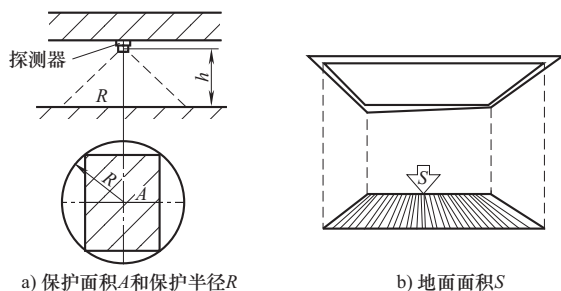

图 8-8 计算示例图
(1) 探测区域内每个房间至少应设置一只火灾探测器。根据火灾特点、房间用途和环境选择探测器，一般已在设计阶段确定，在施工中实施，但施工发现现场环境和条件与原设计有出入，须提出设计修改变更。火灾探测器适合安装高度见表 8-1。
(2) 火灾探测器保护面积 A 、保护半径 R 以及地面面积 S 计算示例图如图 8-8 所示。感烟、感温火灾探测器的保护面积和保护半径应按表 8-3 确定。